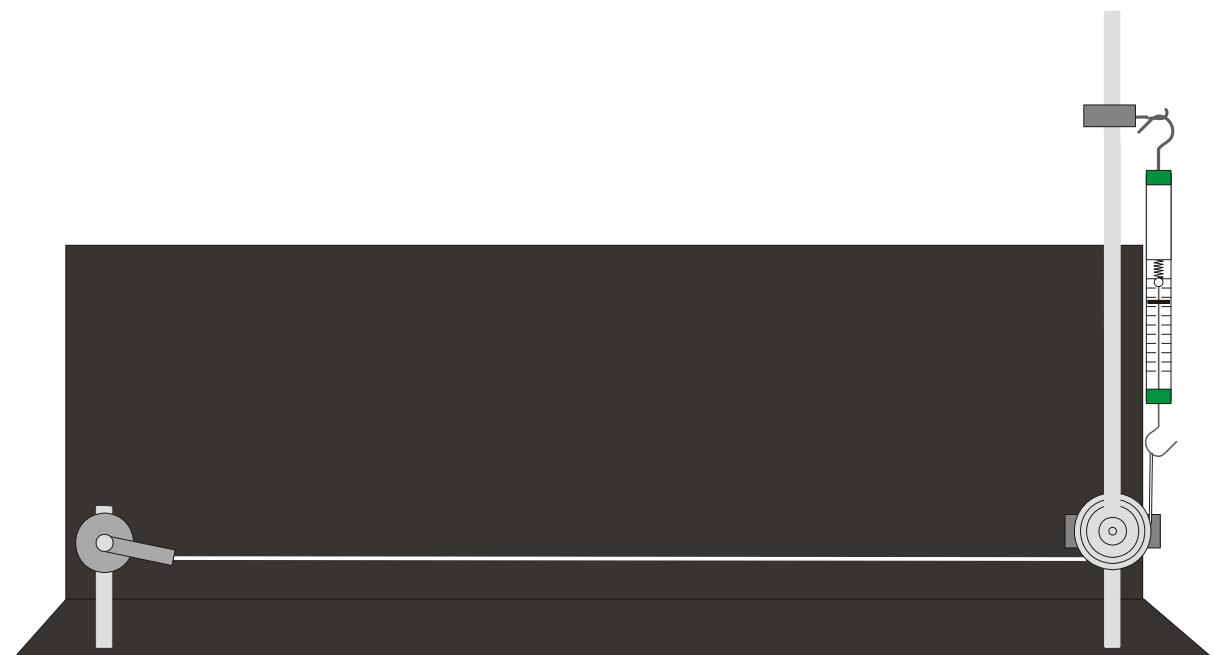

Fig. 1 Montagem experimental
- Montagem experimental conforme Fig. 1.